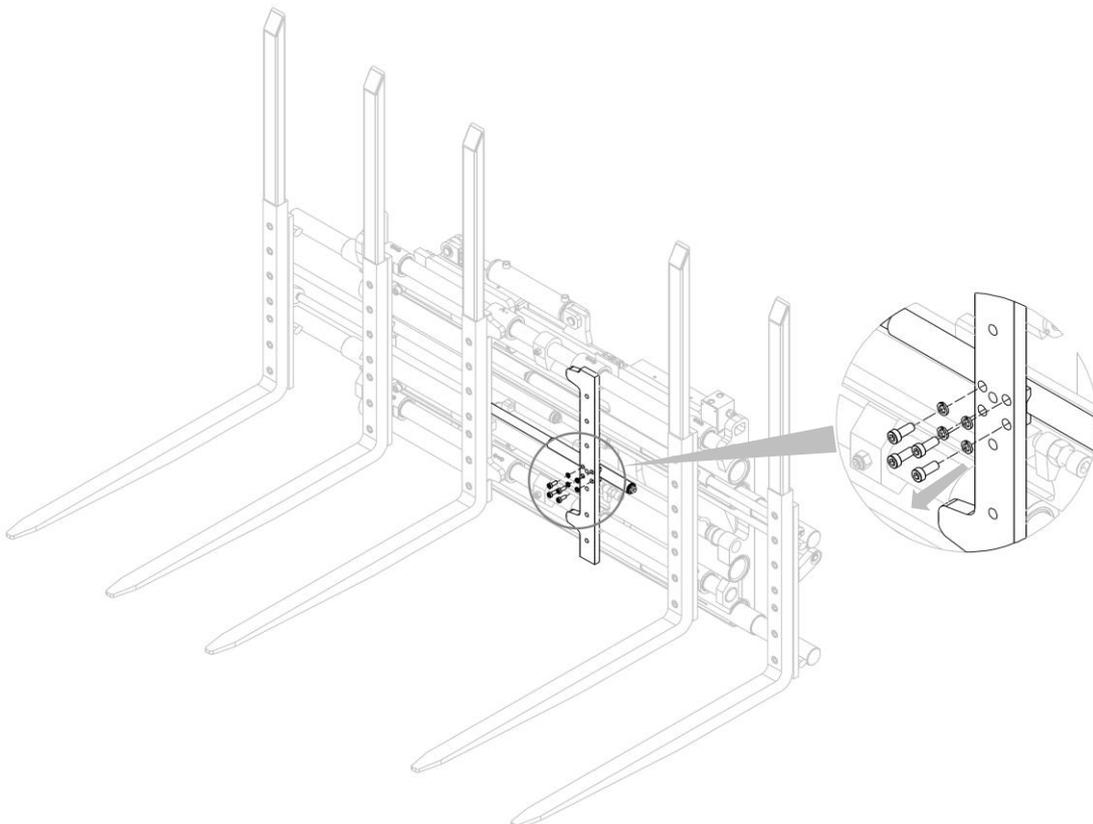

Figura 21
5. Rimuovere le viti che vincolano la molla alla relativa forza (più specificamente al profilo porta-forca) e rimuoverla dalla sua sede prestando attenzione a non urtare gli altri componenti dell'attrezzatura (vedi *Figura 21*).